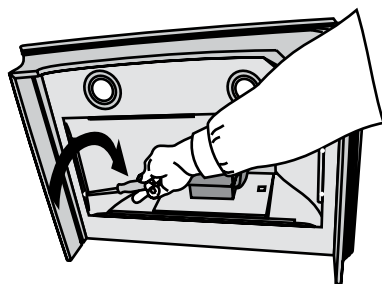

Рис. 8
2. Прикрутить саморезы к багету через отверстия с внутренней стороны купола вытяжки (рис. 8)